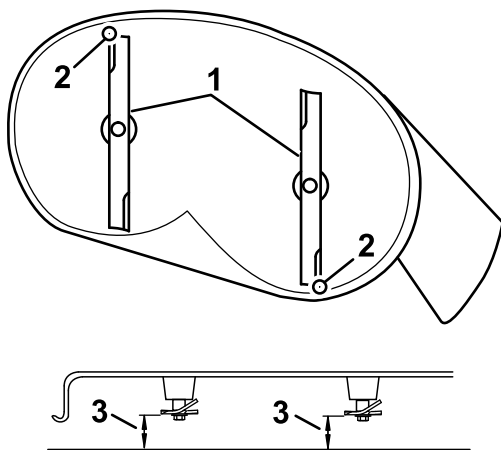

Figure 64
4. Faites pivoter les lames avec précaution pour faire passer les pointes avant à l'arrière (Figure 64).
5. Mesurez la distance entre la pointe de la lame avant et la pointe de la lame arrière par rapport à la surface plane (Figure 64 ou Figure 65).